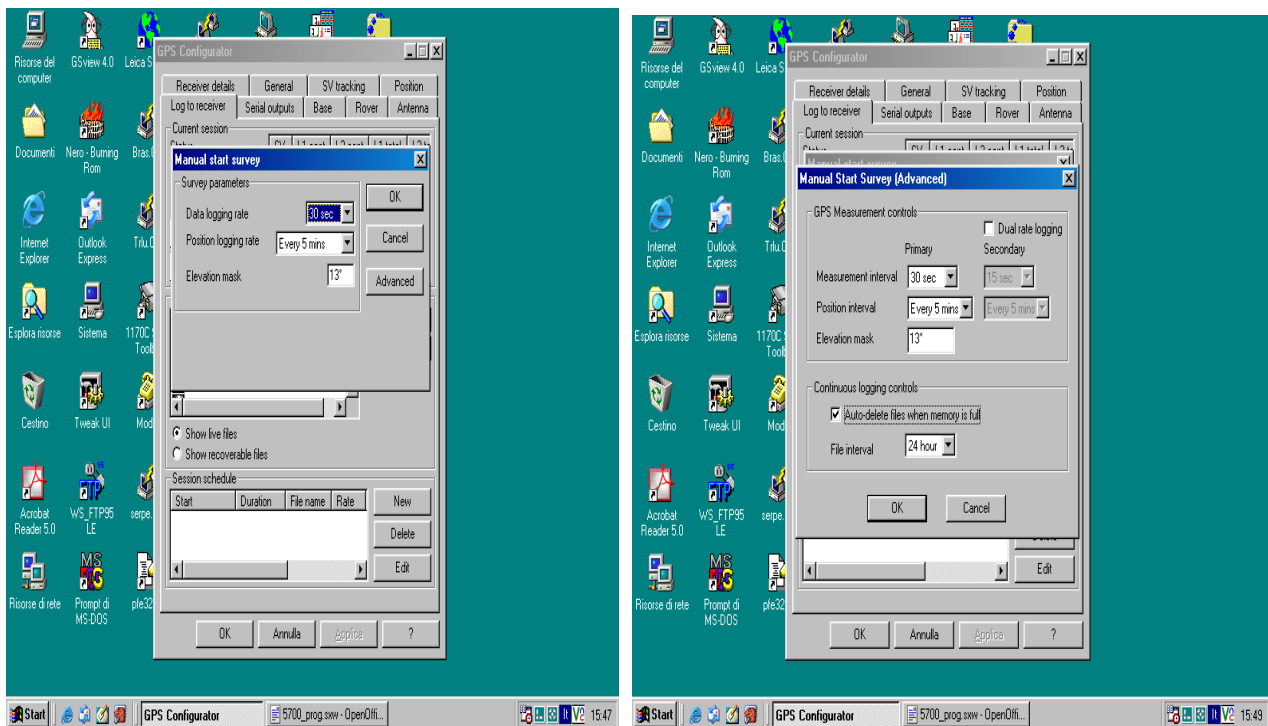

Fig. 7 – Voci *Start data logging* ed *Advanced* del programma *GPS_Config*.
- 4) dopo aver aggiustato, a seconda delle esigenze, l'opzione *Data logging rate* cliccare sull'opzione *Advanced* all'interno della finestrella stessa, (Fig. 7) a cui segue l'apertura di una seconda finestra, all'interno della quale è possibile aggiustare l'opzione *File interval* (24h per sessioni della durata di 1 giorno): e dopo aver attivato, se lo si ritiene necessario, la modalità *auto delete file when memory is full*, selezionare l'opzione *OK* in basso a sinistra per avviare l'acquisizione (Fig.7).